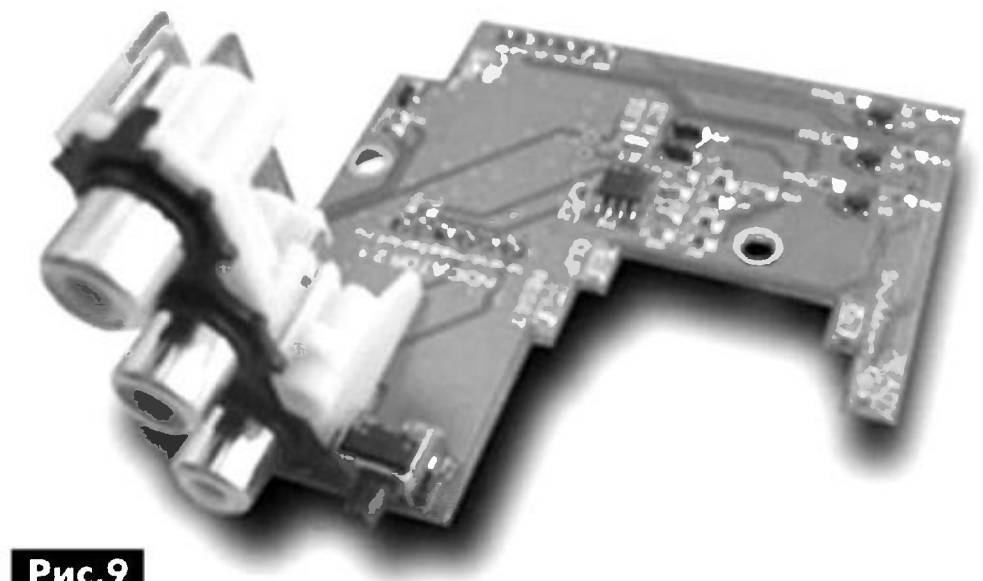

Рис.9
- 3-канальный (2.1) MP5630I21 (**рис.9**);